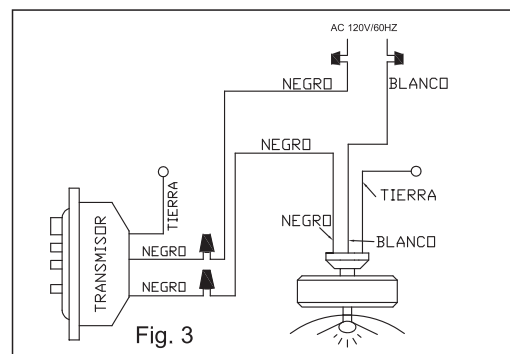

Fig. 3
**Paso 3.** (Fig. 3) cuidadosamente meta las conexiones dentro de la caja de distribución. Asegure el transmisor con los dos tornillos proveídos.